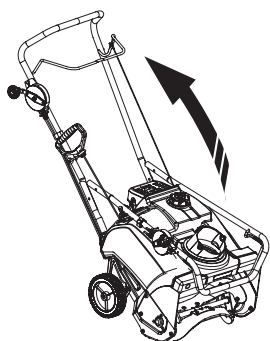

Рис. 2
1. Поднимите верхнюю ручку в рабочее положение (Рис. 2).